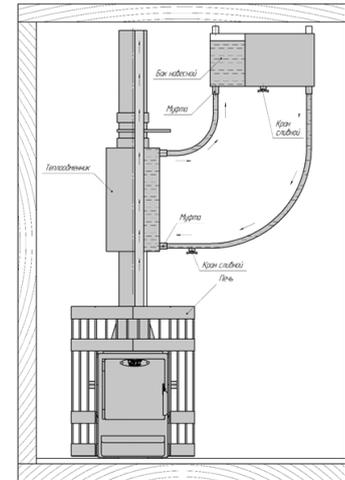

Рисунок 3:
- на печь устанавливается теплообменник, который подсоединяется к выносному баку-это отдельно висящий бак, который может быть размещен, в любом удобном месте или помещении (рисунок 3).